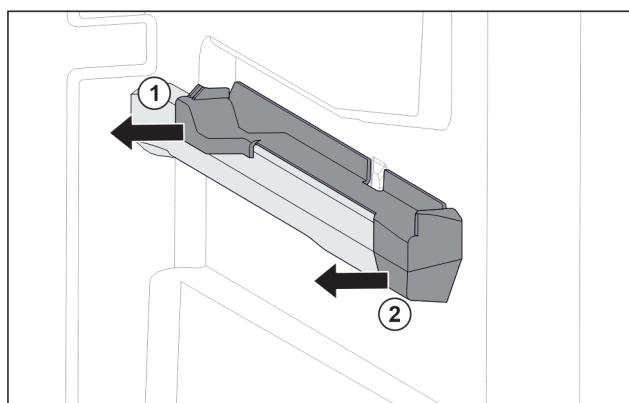

Fig. 79 Påsætningsdel på den højre beholderrist
- ▶ Træk den bageste del af påsætningsdelen af og til siden. *Fig. 79 (1)*
- ▶ Træk den forreste del af påsætningsdelen af og til siden. *Fig. 79 (2)*